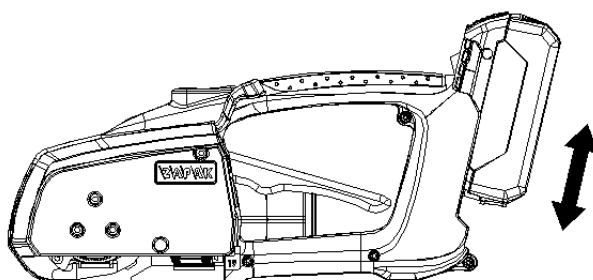

FIGURE 5. Installation et Enlèvement de la Batterie - Illustration
Insérer une batterie intégralement chargée dans l'outil ainsi qu'indiqué (FIGURE 5). S'assurer que la batterie est bien enfoncée et que le bouton de déverrouillage est enclenché. Appuyer une première fois sur le bouton de mise en tension, toutes les LED devraient s'allumer sur le panneau de commande et tous les réglages antérieurs devraient s'afficher, avec émission simultanée d'un « beep » sonore. Cela indique que le système électrique de la batterie est prêt à fonctionner sous des conditions normales.
- * **Lorsque la LED Puissance Batterie sur le panneau de commande « Clignote en Rouge », cela signifie que la puissance de la batterie est trop faible pour effectuer le travail et qu'elle doit être rechargée.** L'outil n'est alors PAS censé être utilisé dans de telles conditions. Vous entendrez en même temps une alarme « Beep..beep..beep ». Veuillez appuyer sur le « Bouton Déverrouillage Batterie » au sommet de la batterie et tirer cette dernière vers le haut pour la retirer de l'outil. L'alarme « beep..beep » persistera jusqu'à ce que la batterie soit retirée. (FIGURE 5)